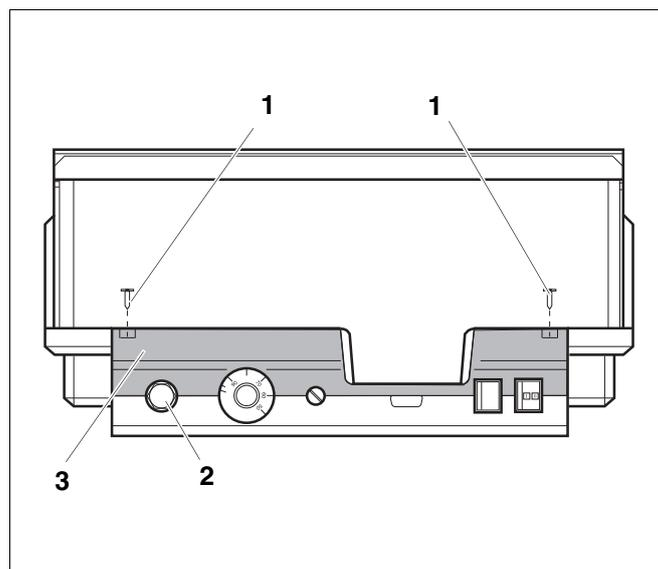

Рис. 2 Система управления Logamatic 4...
- Для настройки нужной температуры на предохранительном ограничителе (STB) (Рис. 2, поз. 2) его нужно вынуть из корпуса.
- Для демонтажа предохранительного ограничителя температуры нужно открутить два винта (Рис. 2, поз. 1).
- Снять крышку (Рис. 2, поз. 3).
- Открутить защитный колпачок (Рис. 2, поз. 2).